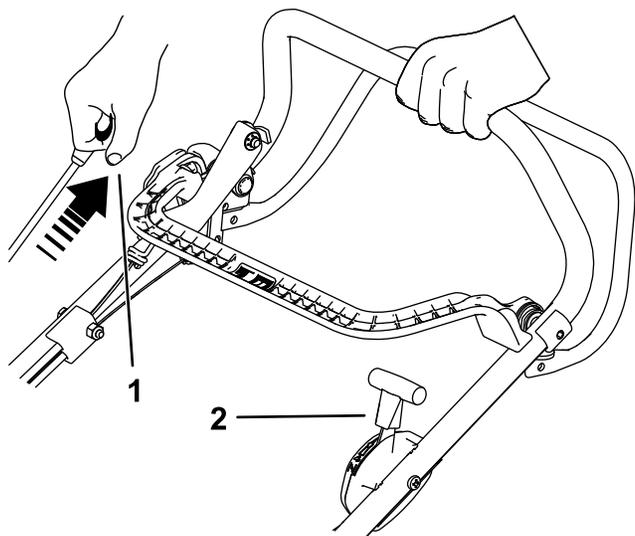

Рисунок 14
2. Потяните за рукоятку механического стартера, пока не почувствуете сопротивление, после чего резко дерните за нее для запуска двигателя. Когда двигатель запустится, медленно верните рычаг дроссельной заслонки в положение FAST (БЫСТРО), если ранее была включена воздушная заслонка (Рисунок 14).